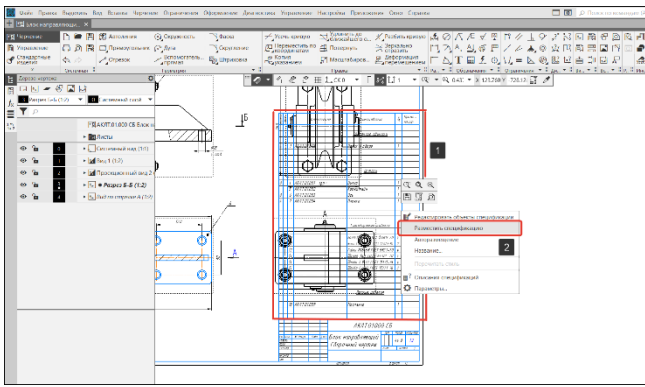

Рисунок 405 – Размещение спецификации на листе
- По умолчанию спецификация размещается над штампом (1). Разместим за листом. Кликнем правой кнопкой мышки на спецификацию, в диалоговом окне выберем строку «Разместить спецификацию» (2) (Рисунок 405);